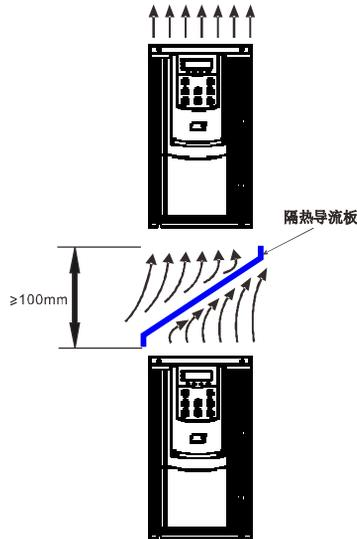

图3-2. ES100驱动器安装示意图
- 1) 请垂直安装驱动器，便于热量向上散发。但不能倒置。若柜内有较多驱动器时，最好是并排安装。在需要上下安装的情况，请参考图3-2的示意，安装隔热导流板。